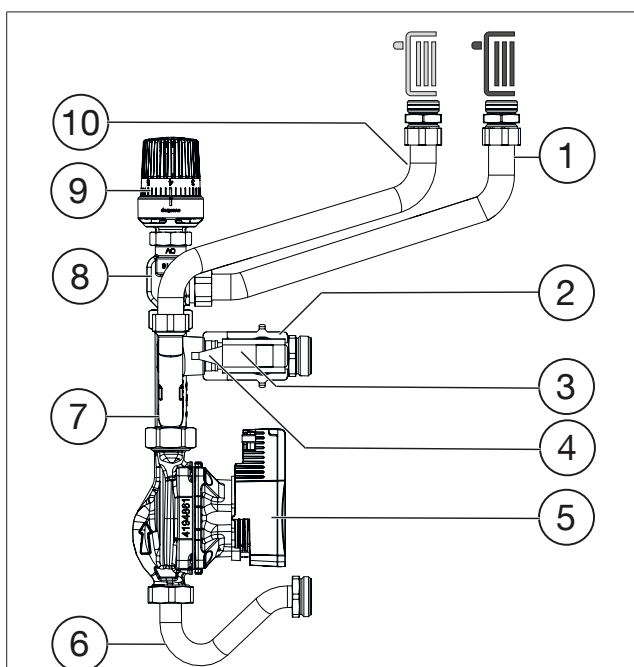
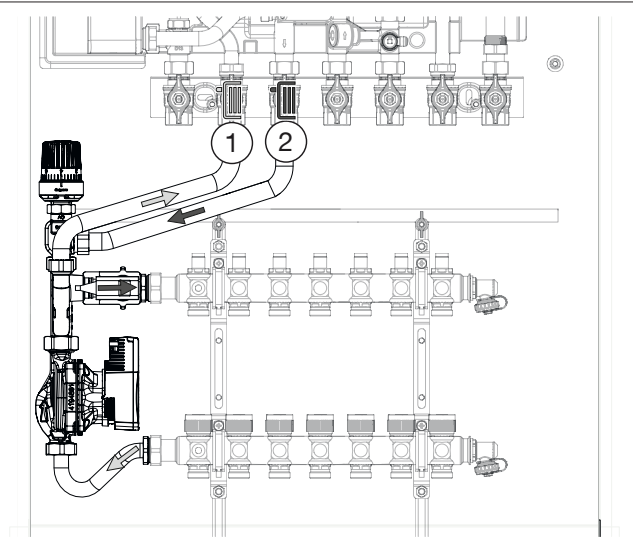

Fig. 2: Configuration du module de réglage de la température de départ
Fig. 4: Bouclage de l'eau de chauffage dans le module de réglage de la température de départ
(1)	Circuit de chauffage-retour
(2)	Circuit de chauffage-aller
La température de départ désirée est réglée à l'aide du régulateur de température (voir Fig. 2 en page 27 (9)). Dès que la sonde en applique (voir Fig. 2 en page 27 (4)) détecte une température de chauffage trop basse, le régulateur de température ouvre le robinet (voir Fig. 2 en page 27 (8)). De l'eau chaude de l'aller de la station d'appartement «Regudis W-HTE» entre dans le module de réglage de la température de départ et est mélangée avec l'eau de chauffage. Dès que la température de départ réglée est atteinte, la régulateur de température ferme le robinet. Le bouclage de l'eau de chauffage du module de réglage de la température de départ dans les circuits de chauffage individuels du distributeur/collecteur pour surfaces chauffantes (voir Fig. 4 en page 28) est effectué par le circulateur à haut rendement (voir Fig. 2 en page 27 (5)).
1. Raccorder le module de réglage de la température de départ au distributeur/collecteur pour surfaces chauffantes (Fig. 4 en page 28). Veillez au raccordement correct de l'aller et du retour.
de réglage de la température de départ. (L'écrou d'accouplement du tube en acier inoxydable (voir Fig. 2 en page 27 (6)) sur le côté aspiration du circulateur est seulement serré à la main.)
3. Dévisser le capuchon de protection et visser le régulateur de température sur le robinet (voir Fig. 2 en page 27).